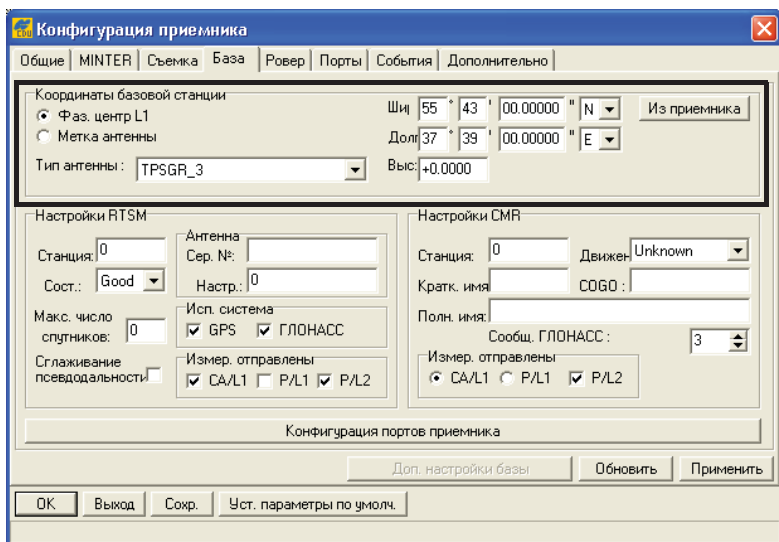

Рис. 3-35. Настройка базовой станции
9. Для базового приемника, выберите вкладку *База* и установите параметры (Рис. 3-35 на стр. 3-38), затем нажмите **Применить**.